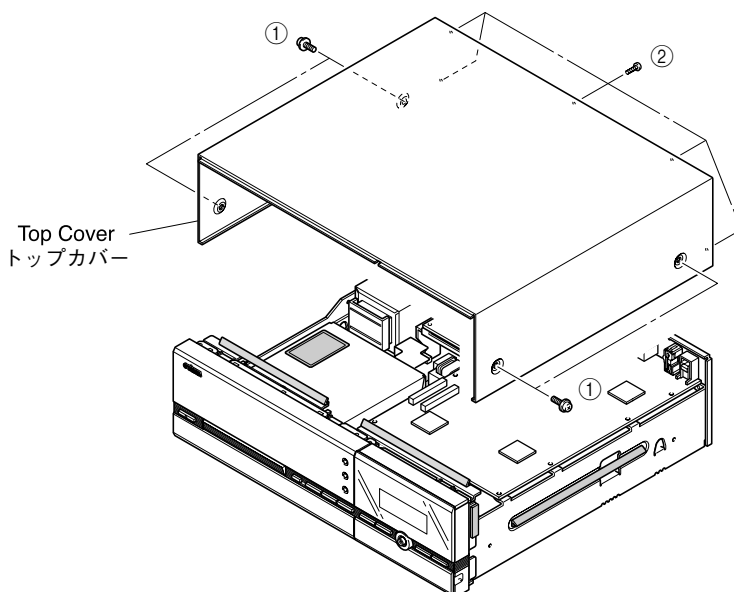

Fig. 1
- Remove 4 screws (①) and 5 screws (②). (Fig. 1)
- Remove the Top Cover rearward while lifting it up. (Fig. 1)
- ①のネジ4本、②のネジ5本を外します。(Fig. 1)
- トップカバーを持ち上げながら後方へ外します。(Fig. 1)